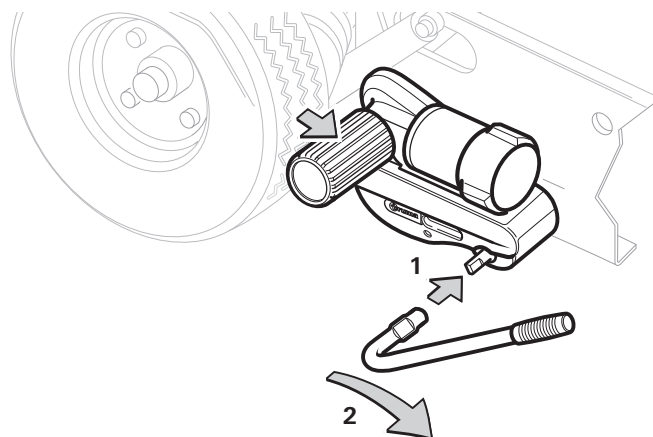
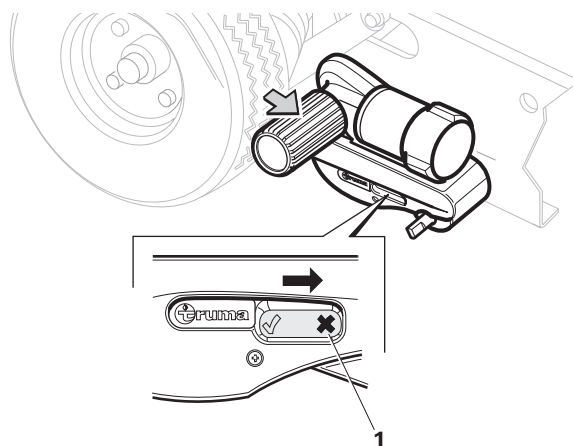

Figure 9
Figure 10
– Engager le levier de plaquage sur l'arbre de rabattement (Fig. 9 - 1).
– Tourner le levier de plaquage dans le sens de la flèche (en s'éloignant de la roue du véhicule) (figure 9 - 2) jusqu'à ce que le rouleau d'entraînement s'enclenche en position finale. L'indicateur de position dans le boîtier se trouve maintenant sur « X » (figure 10 - 1).